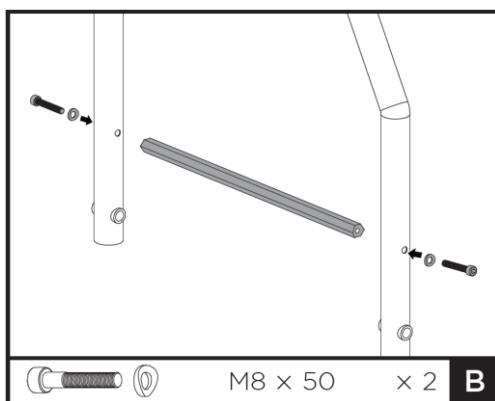

Fig. 4b
3. Pour les pieds de support arrière, alignez les trous des pieds de support arrière avec ceux des tubes de raccordement (j) et de l'arbre de raccordement (i). Utilisez des boulons M8x50 (B) et des rondelles pour fixer la connexion. Voir la Fig. 4b.